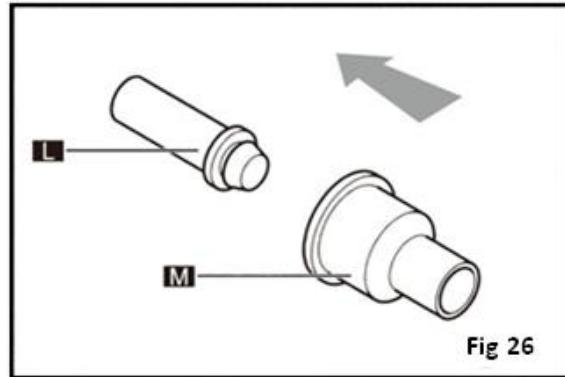

Fig 26
- Smontare (estraendo) il perno (L) dalla guarnizione (M) (Fig. 26).